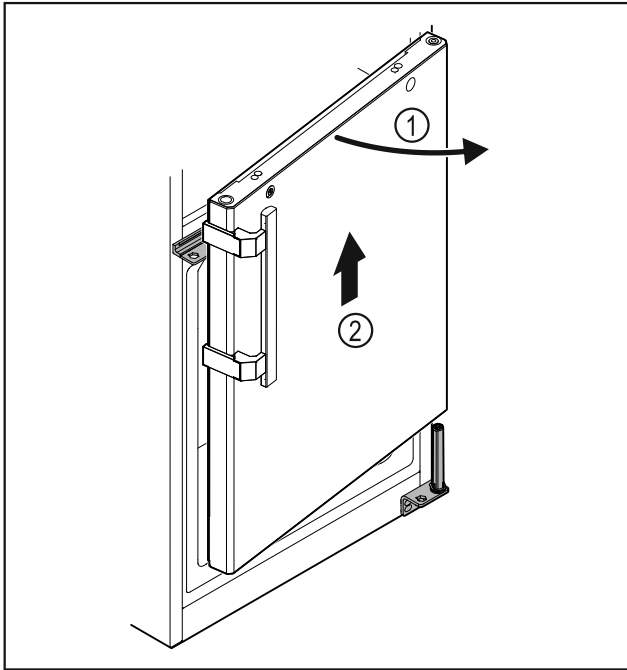

Fig. 23
- Tür Fig. 23 (1) leicht öffnen, circa 200 mm gerade nach oben heben und abnehmen Fig. 23 (2).